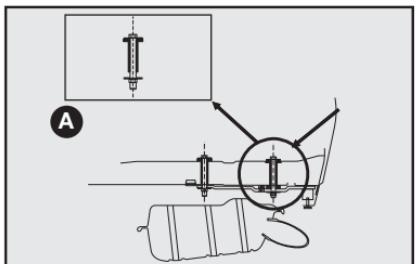
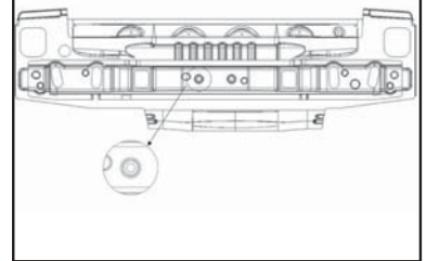

fig. 11
fig. 12
- Efetuar no veículo a furação com \varnothing (diâmetro) 11 mm traspassando o assalho posterior (ver detalhe **A**-fig. 11) e a longarina nas marcas esquemáticas indicadas na **fig. 12**.